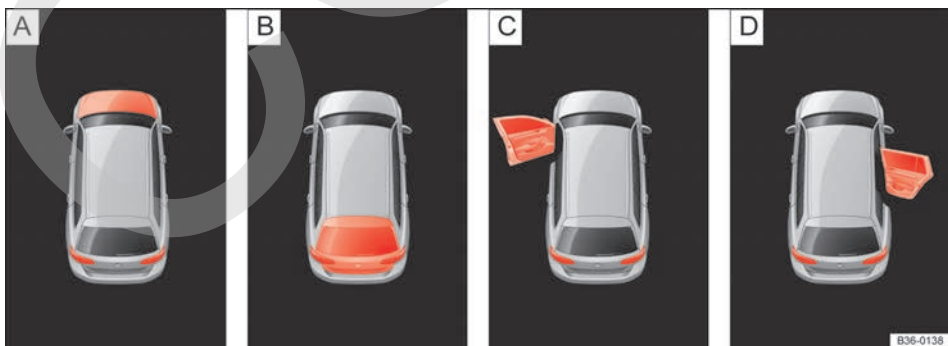

Fig. 48 En la pantalla del cuadro de instrumentos: indicaciones sobre el estado del capó del motor, del portón del maletero y de las puertas.
Legenda de la **fig. 48**:
- Puertas, capó del motor y portón del maletero abiertos → **fig. 48**